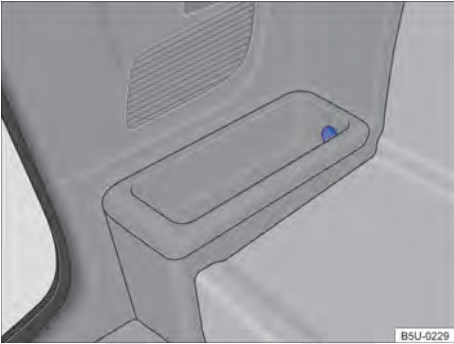

Fig. 105 Na lateral do compartimento interno de bagagem: tomada 12 V - Saveiro cabine estendida - versão Cross.
- *Saveiro cabine estendida - versão Cross* - no porta-objetos no lado direito do compartimento interno de bagagem ⇒ Fig. 105.